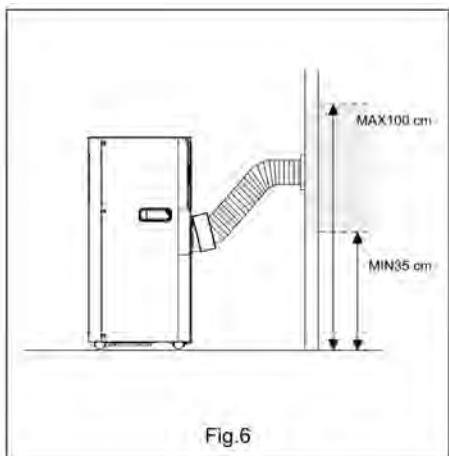

Fig.6
- Bloccare il lato di scarico del tubo alla flangia di passaggio montata al muro (Fig. 6)